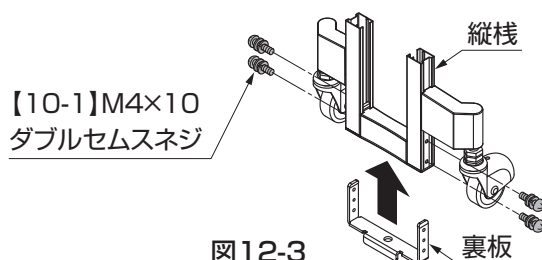

図12-3
- ①裏板を縦棧に【10-1】で組付けてください。(図12-3参照)